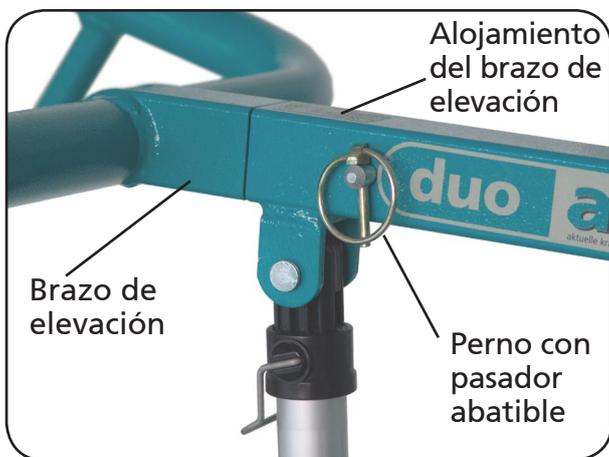

Figura 19
1. Suelte el pasador abatible del brazo de elevación montado en ese momento y extraiga el perno (figura 19).